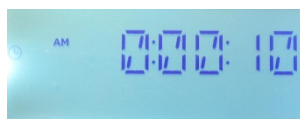

図 4 ML62Q1747 LCD アプリケーションボードのスイッチ「SW1」押下後の LCD 表示
- 1-3. ML62Q1747 LCD アプリケーションボードのスイッチ「SW1」を押下します。図 4 のように表示が変わり、時刻がカウントアップします。